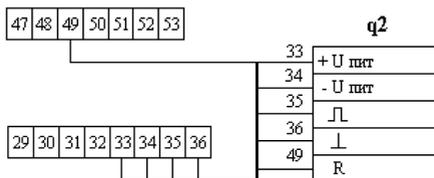

Рис. 4 Схема подключения преобразователя расхода q_2 при измерении тепловой энергии в режиме «3» (зима/лето).
3. При использовании алгоритма «3 – зима/лето» для вычисления тепловой энергии, схема подключения преобразователя расхода q2 представлена на рис. 4 настоящего приложения.